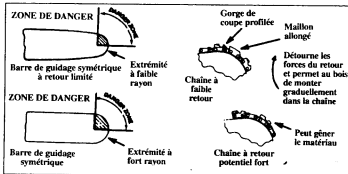

Figure 8
- **Barre de guidage réduisant les retours :** avec un faible rayon de pointe qui limite la taille de la zone de danger de retour sur l'extrémité de la barre de guidage. Figure 8. Une barre de guidage réduisant les retours est une barre qui a démontré une réduction sensible du nombre et de la gravité des retours lors de tests indiqués par l'American National Standards Institute, Standard B175.1 pour les tronçonneuses à essence.
- **Chaîne anti-retour :** avec des gorges de coupe et des maillons profilés qui détournent la force du retour et permettent au bois de monter graduellement dans la chaîne. Figure 8. Une chaîne anti-retour est une chaîne qui respecte les limites de performance indiquées dans ANSI B175.1 (Safety Requirements for Gasoline-Powered Chain Saws) lorsqu'elle est testée sur des tronçonneuses types de moins de 3,8 pouces cubes de déplacement comme indiqué dans l'ANSI B175.1.